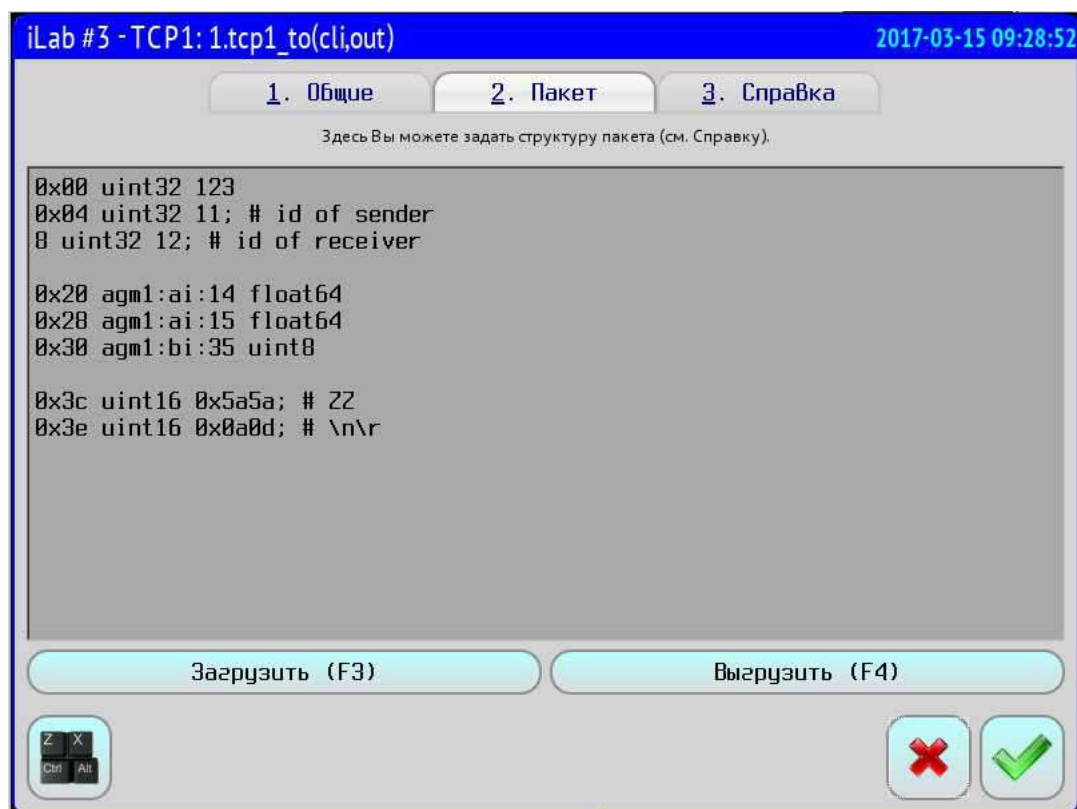

Рисунок 76 - Окно «Пакет»
13.5.5 На вкладке «**2. Пакет**» (Рисунок 76) задаётся структура пакета, который посылается/получается в/от внешнего устройства.